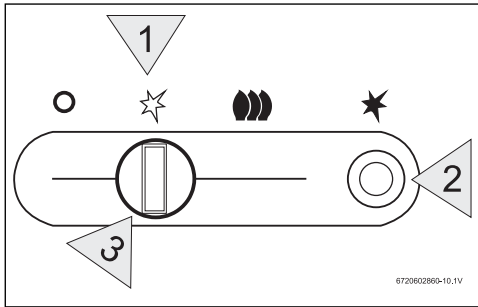

Bild 5
- ▶ Anschlüsse für Gas und Wasser nach Bild 5 oder mit Montagelehre EWZ 236/1 (8 709 918 061) festlegen.